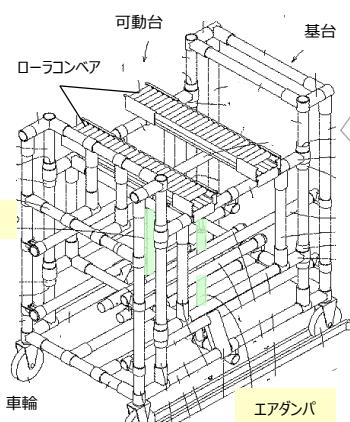

図1：全体図
自動車部品のドアパネル端部から一定の距離を維持して防錆や防水のためにシーラを塗布するもので、端部にガイドを突き当てて塗布部との距離を維持する調整機構と、シーラを吐出して塗布するノズルからなるシーラ塗布ノズル装置です。(図1参照)
- ① 車輪が設けられた基台と昇降可能に支持された可動台から構成（図1）。
- ② 基台と可動台は、エアダンパを介して連結。